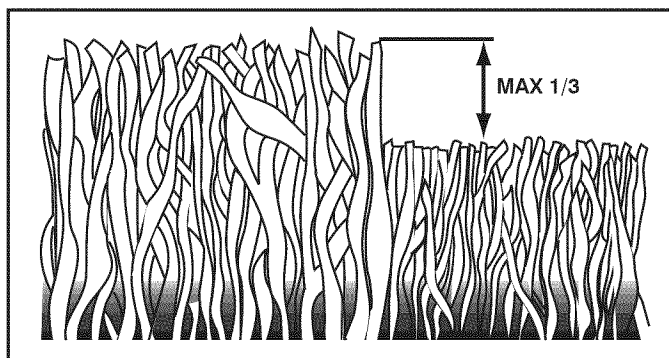

FIG. 13
- Pour les meilleurs résultats, ajustez la hauteur de coupe de la tondeuse afin que la tondeuse coupe seulement le tiers du haut de l'herbe (Voir Fig. 13). Au cas où l'herbe est très haute, il sera nécessaire d'élever la hauteur de coupe pour réduire les efforts de propulsion, pour éviter de surchauffer le moteur et pour éviter l'agglutination et l'abandon de masses d'herbe coupée. Pour les conditions de broyer de l'herbe très difficiles, réduisez la largeur de coupe en imbriquant l'allée auparavant coupée et tondez lentement.